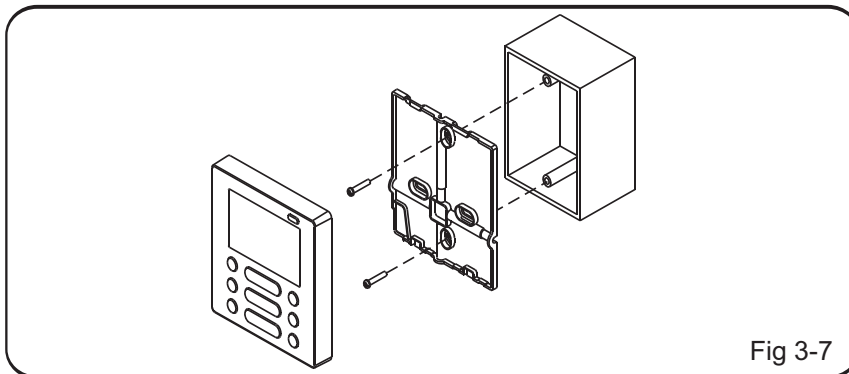

Fig 3-7
6. Fijar la tapa inferior del cuadro eléctrico con los tornillos ranurados de los accesorios. Cerciñese de que la tapa inferior quede paralela a la superficie de la pared, luego vuelva a instalar la tapa inferior al control centralizado. (Vea Fig. 3-7)